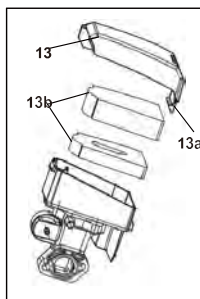

Fig. 28
deconecta capatul filtrului de aer (13) și apoi îndepărtați capatul filtrului de aer (13) (Fig. 28).